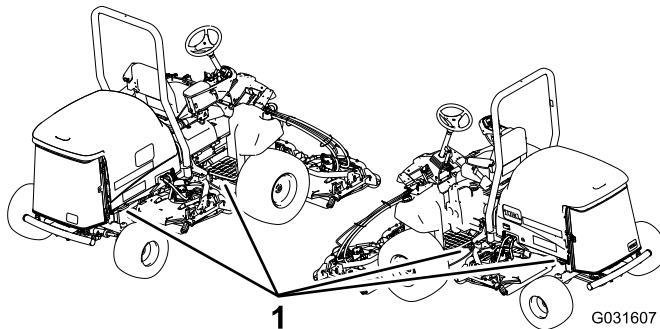

図 25
- 機体についているロープ掛けポイント図 25 を使い、チェーンやロープ、ワイヤなど適切なものでしっかりと機体をトレーラに固定する。